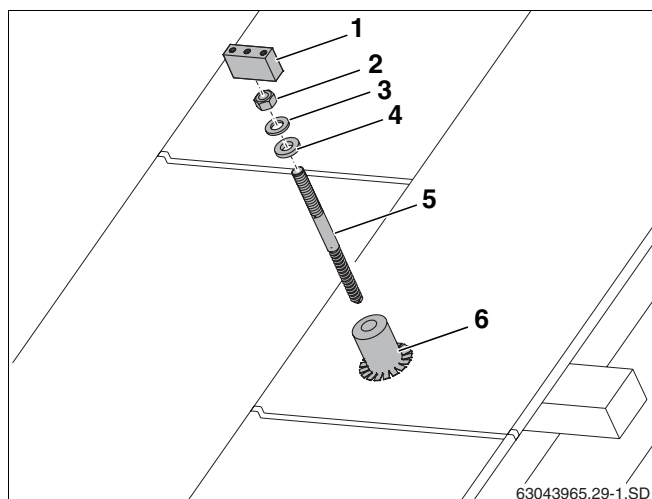

Fig. 27 Instalação sobre o telhado de chapa
Em vez dos ganchos para telhados, devem ser instaladas varas roscadas (fig. 27, **item 5**) para a fixação dos perfis. Durante a instalação, tenha atenção às distâncias a serem mantidas (w , x e y) das varas roscadas (tab. 5 e tab. 6, página 14).
Para assegurar a estanqueidade do telhado deverá soldar mangas (fig. 27, **item 6**) (por parte do instalador) ao telhado de chapa para as varas roscadas (fig. 27, **item 5**).